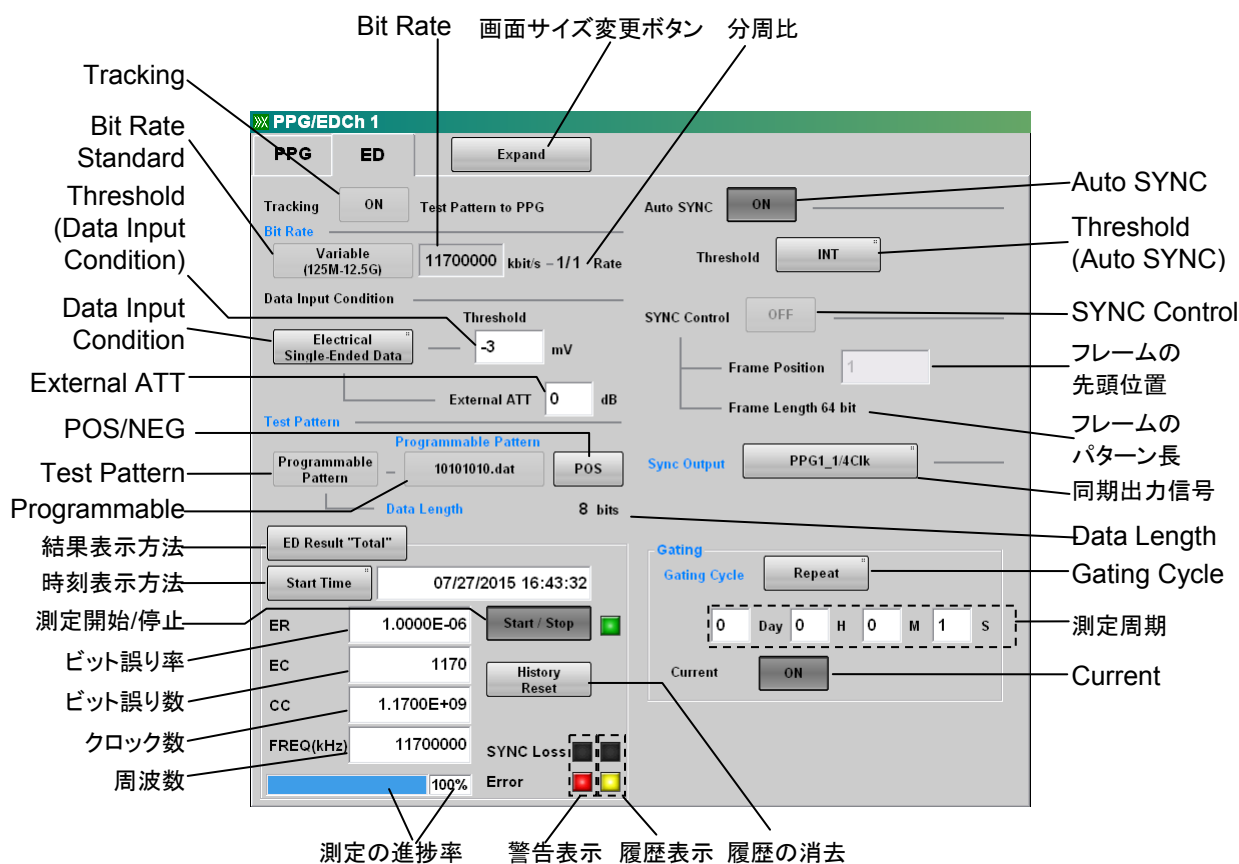

図6.1-2 誤り検出器パネル (詳細)
3. [Main] をタッチすると, 図 6.1-2の画面が表示されます。